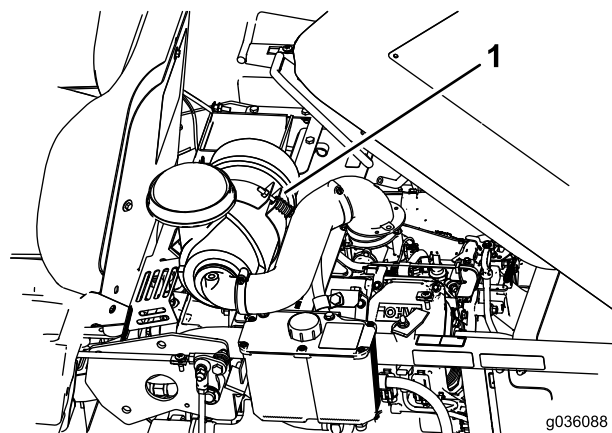

Figura 36
3. Per accedere al fermo inferiore, rimuovete il bullone, aprite la fascetta stringitubo e sollevate il filtro dell'aria (Figura 36).
5. Montate il filtro dell'aria nella fascetta stringitubo e fissatelo con il bullone precedentemente rimosso (Figura 36).